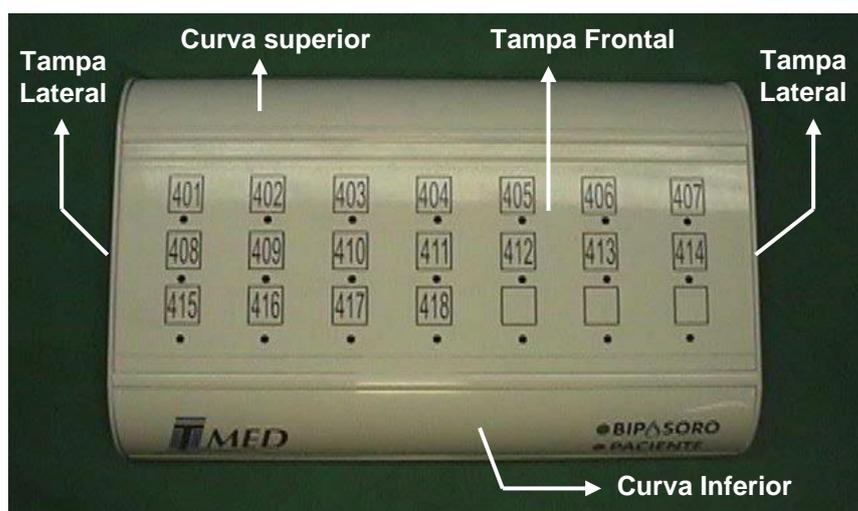

Figura 4 – Painel de Sinalização
- Remova as tampas laterais, a tampa frontal, a curva superior e a curva inferior do painel de sinalização. Veja a **Figura 4** abaixo.
- e. Localize os furos de fixação do painel. Eles ficam sob as curvas superior e inferior mostradas na **Figura 4**. Use quatro buchas número 8 e parafusos para fixação do painel na parede.